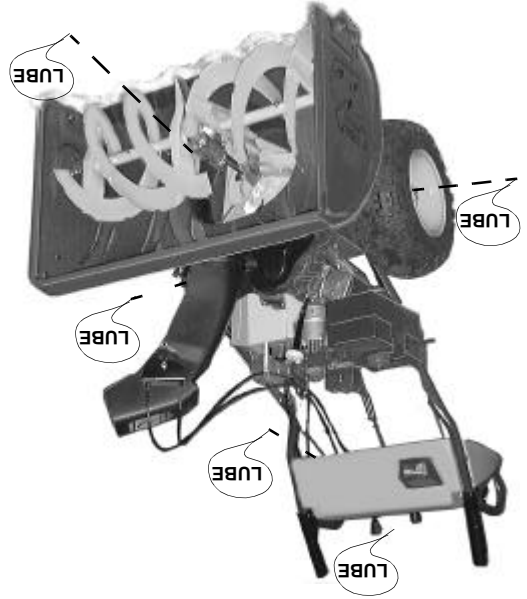

Figura 19
- Si fuera necesario ajustar, afloje la contratuerca del cable del propulsor de tracción y enrolle el cable hacia dentro o afuera según sea necesario. Vea la figura 19. Ajuste la contratuerca para asegurar el cable cuando se alcance el ajuste correcto.
- (Vea la figura 19.)